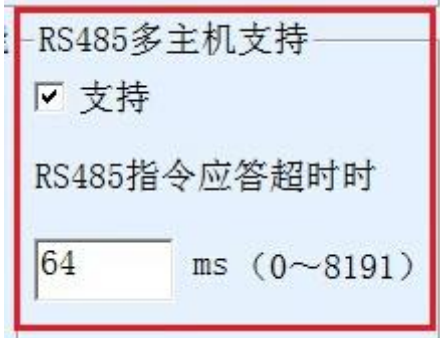
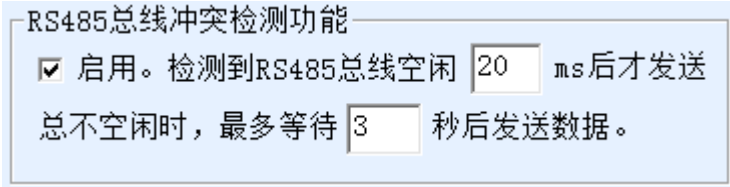

图 54 RS485 多主机支持
图 55 RS485 防冲突空闲时间
1. 图 55 所示为“RS485 总线防冲突时间”，一般可以设置为参数配置界面右下角的“数据包间隔”的两倍，但是最小不能小于 20。
2. 图 54 所示为“RS485 指令应答超时时间”，一般根据来回应答的指令长度决定，如果发送指令为 N 字节，应答为 M 字节，那么建议设置的值为：“数据包间隔” $\times (N+M+5) + 100$ 。
此时需要注意的是需要将图 55 所示为“RS485 总线防冲突时间”和图 54 所示为“RS485 指令应答超时时间”的两个勾去掉。否则无法实现上述转发功能。